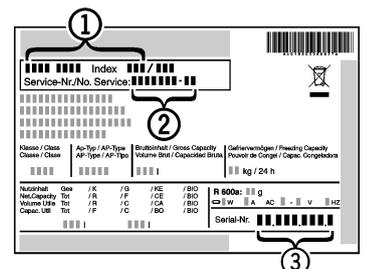

Fig. 12
- ▶ Считайте наименование устройства *Fig. 12 (1)*, сервисный номер *Fig. 12 (2)* и серийный номер *Fig. 12 (3)* с заводской таблички. Заводская табличка находится внутри устройства слева.
- ▶ Сообщите сервисной службе о характере неполадки, а также наименование *Fig. 12 (1)*, сервисный *Fig. 12 (2)* и серийный номера *Fig. 12 (3)* устройства.